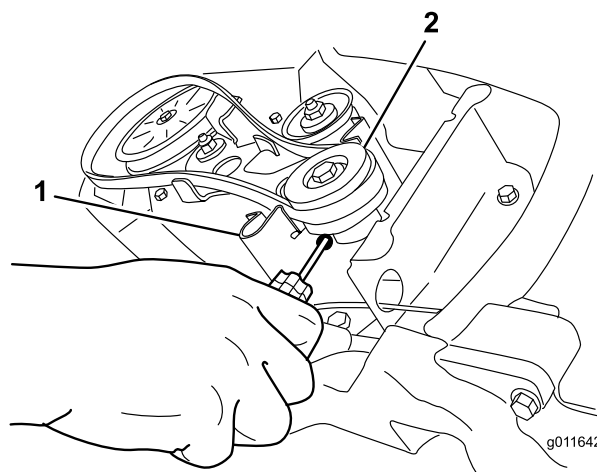

Figure 30
5. Insérez un tournevis dans le trou du guide de courroie, comme montré à la Figure 30, et fléchissez le guide vers la poulie suffisamment pour permettre à la courroie de passer.